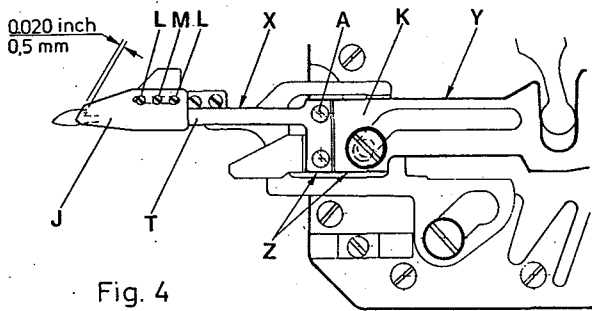
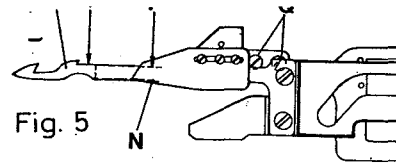
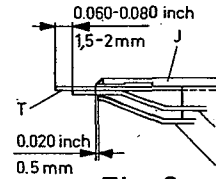
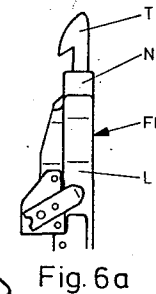

Fig. 4
Fig. 5
Fig. 6
Fig. 6a
4. The lower knife (T, Fig. 4) is set correctly, when its edge (X, Fig. 4) is parallel to edge (Y, Fig. 4) of lower knife holder (K, Fig. 4) and edge (Z) of lower knife is in line with edge (Z) of lower knife holder. For adjusting loosen screw (A, Fig. 4). Retighten screws.
5. Loosen screws (L and M, Fig. 4). The upper knife (J, Fig. 4) has to be set so that it overlaps the lower knife (T, Fig. 4) by 0,5 mm (0.020 inch). Set clamp spring (N, Fig. 5) to lower knife (T, Fig. 5) so that edge (O, Fig. 5) of lower knife (T) is in line with edge (P) of clamp spring.
4. Das Untermesser (T, Fig. 4) ist richtig eingestellt, wenn seine Kante (X, Fig. 4) parallel zur Kante (Y, Fig. 4) des Untermesserträgers (K, Fig. 4) ist und die Kante (Z) des Untermessers mit der Kante (Z) des Untermesserträgers eine Linie bildet. Die Einstellung wird nach Lösen der Schrauben (A, Fig. 4) gemacht. Ziehen Sie die Schrauben wieder an.
5. Lösen Sie die Schrauben (L und M, Fig. 4). Das Obermesser (J, Fig. 4) muß so eingestellt werden, daß es das Untermesser (T, Fig. 4) um 0,5 mm überschneidet. Die Klemmfeder (N, Fig. 5) wird zum Untermesser (T, Fig. 5) so eingestellt, daß die Kante (O, Fig. 5) des Untermessers (T) und die Kante (P) der Klemmfeder eine Linie bilden.
Further more it should be a distance of 1,5 - 2 mm (0.06 - 0.08 inch) between tip of under knife (T, Fig. 6) and front edge of clamp spring (N, Fig. 6), retighten screw (L, Fig. 4).
Set screw (M, Fig. 4) so that the looper thread is clamped as shown in (Fig. 12).
The leaf spring (L, Fig. 6) should be set to project the upper knife (J, Fig. 6) by 0,5 mm (0.02 inch).
The 2 edges of clamp spring (N, Fig. 6a) and the leaf spring (L, Fig. 6a) must be aligned at (FF, Fig. 6a). For making this adjustment, loosen screws (Q, Fig. 5).
Ferner soll der Abstand zwischen der Spitze des Untermessers (T, Fig. 6) und der Vorderkante der Klemmfeder (N, Fig. 6) 1,5 - 2 mm betragen, ziehen Sie die Schrauben (L, Fig. 4) wieder an.
Die Schraube (M, Fig. 4) wird so angezogen daß der Greiferfaden wie in (Fig. 12) gezeigt, geklemmt wird.
Die Blattfeder (L, Fig. 6) soll 0,5 mm hinter der Spitze des Obermessers (J, Fig. 6) stehen.
Die Klemmfeder (N, Fig. 6a) und die Blattfeder (L, Fig. 6a) sollen bei (FF, Fig. 6a) in einer Linie stehen. Einstellung erfolgt nach Lösen der Schrauben (Q, Fig. 5).
The looper thread must be clamped as shown in Fig. 12, after being severed. The tension of the clamp spring can be adjusted with screw (M, Fig. 4).